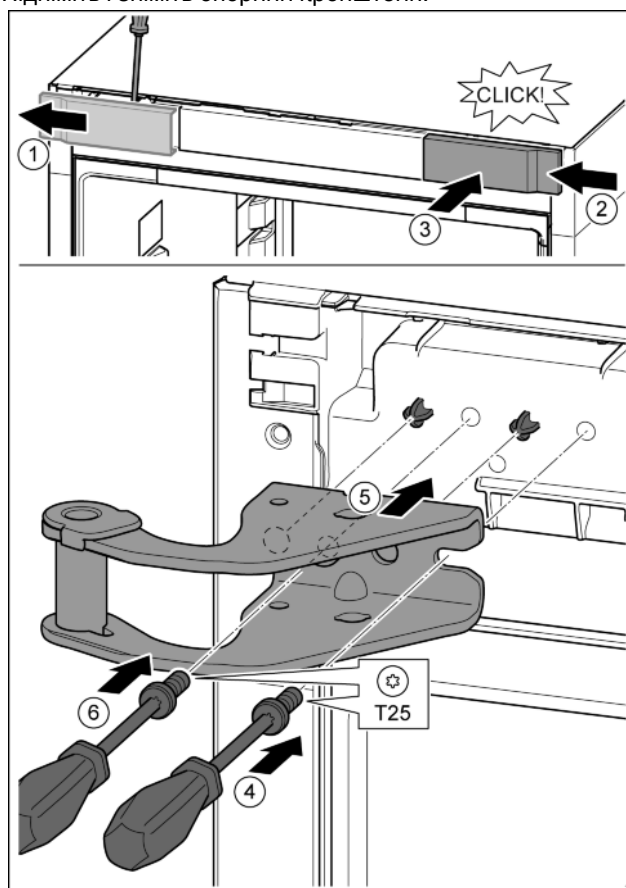

Fig. 12
- ▶ За допомогою викрутки ослабте та зніміть кришку збоку. Fig. 12 (1)
- ▶ Почепіть кришку, що повернута на 180°, з іншого боку праворуч. Fig. 12 (2)
- ▶ Зафіксуйте кришку. Fig. 12 (3)
- ▶ Встановіть гвинт за допомогою викрутки T25. Fig. 12 (4)
- ▶ Встановіть верхній опорний кронштейн. Fig. 12 (5)
- ▶ Закрутіть гвинт. Fig. 12 (4)
- ▶ Встановіть та закрутіть гвинт за допомогою викрутки T25. Fig. 12 (6)